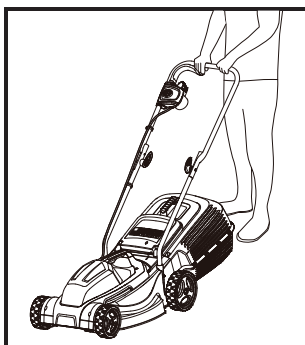

Fig. 8
2. Este produto é destinado apenas a utilização doméstica e não a qualquer utilização comercial. Este produto não pode ser utilizado para outros fins que não os descritos. Utilizar o produto de forma correta (Fig. 8).